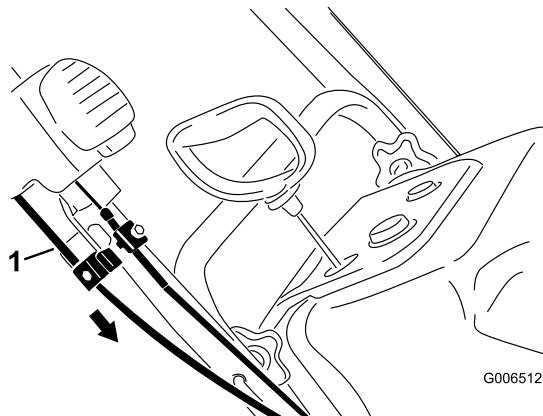

Figure 44
4. Maintenez l'éjecteur dans cette position, tirez sur la gaine du câble inférieur pour tendre le câble complètement, puis serrez la vis du serre-câble solidement (Figure 44).